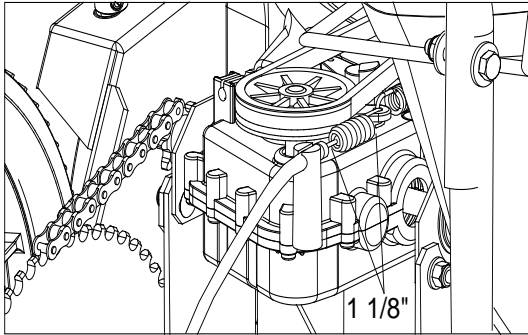

Fig. 18
9. Mät fjäderns sträckning. Fjädern bör vara 1 1/8" när aktiv (spak 4" från handtaget). (Se Fig. 18 nästa sida)